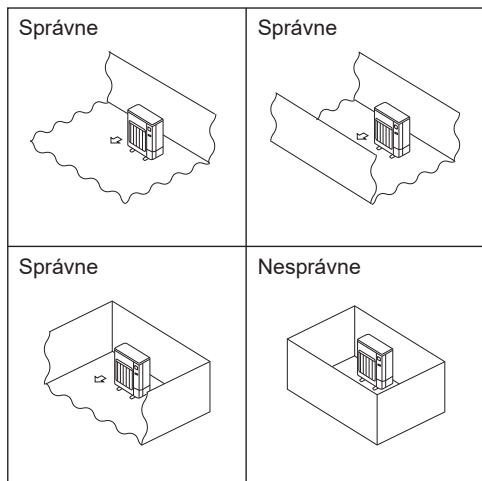

Fig. 2-2
- ☉ Exteriérové jednotky inštalujte na miestach, kde je aspoň v jednom zo štyroch smerov voľný priestor a kde je dostatok miesta bez vytvárania výstupkov. (Fig. 2-2)